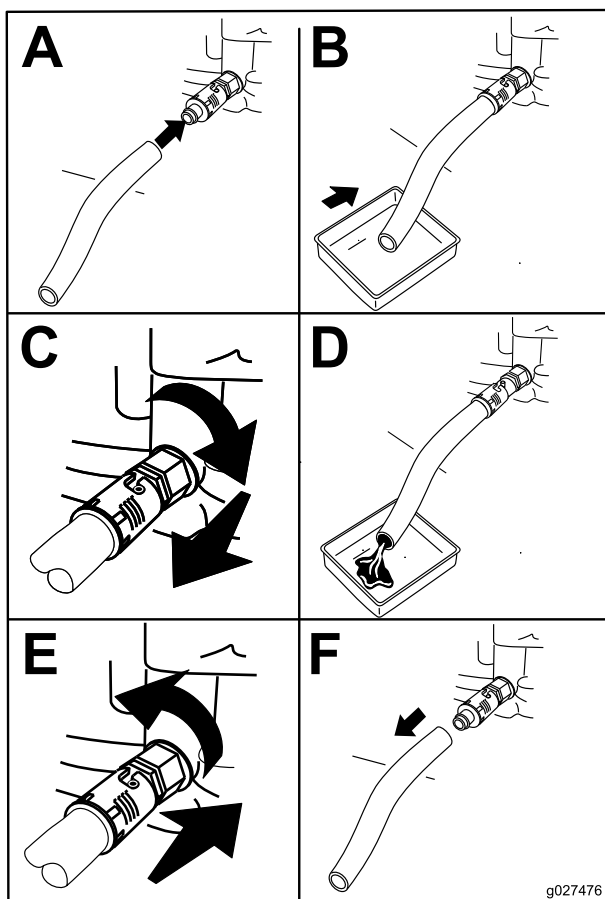

Figura 24
- Spurgate l'olio dal motore (Figura 24).